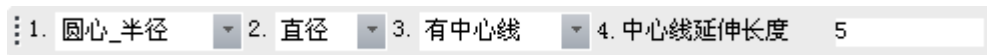

图 2-21 中心线选项
- 3) 单击立即菜单【3: 】, 则显示内容由【无中心线】变为【有中心线】，同时可以输入中心线的延长长度。如图 2-21 所示。